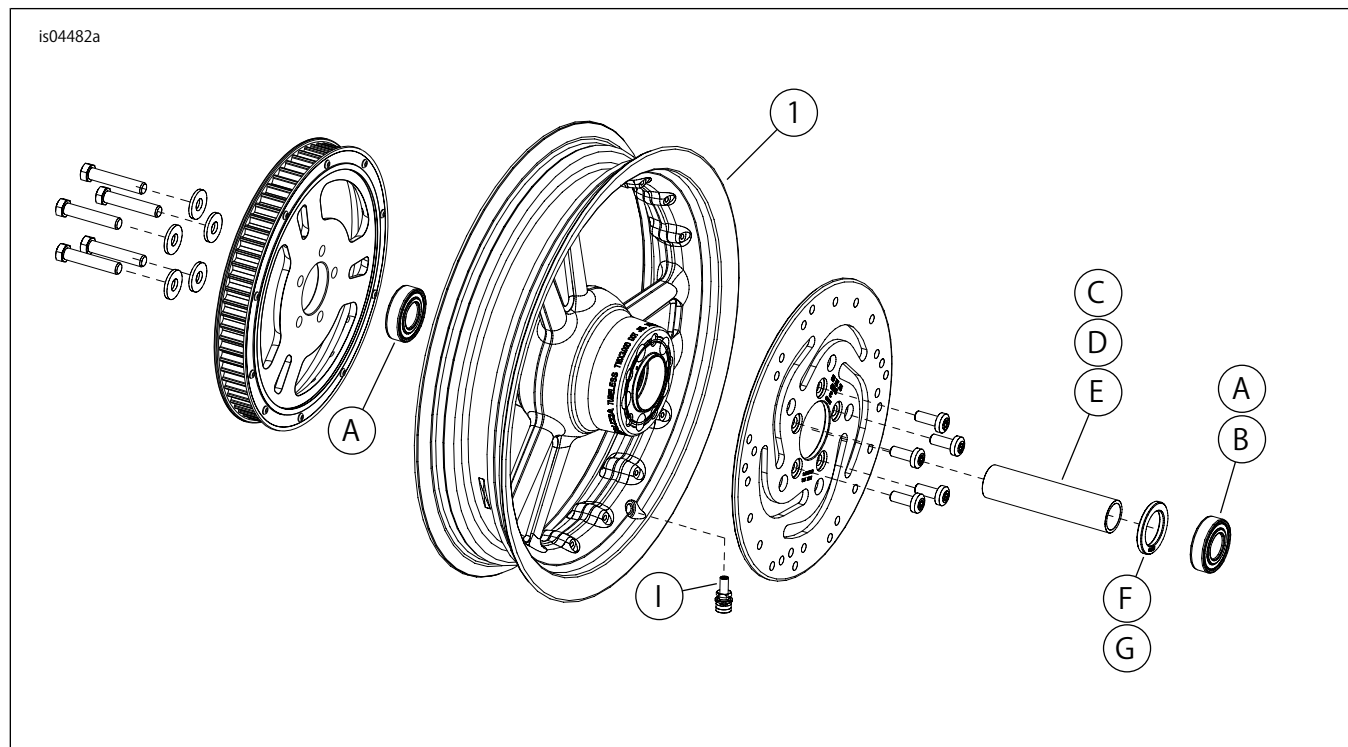

図1。交換用パーツ：リアデブネーターホイール(16 in. 表記)
「図1」および「表2」を参照してください。
2. 図1を参照してください。ホイールにバルブシステムアッセンブリー(I)を取り付けます。サービスマニュアルの「タイヤ」を参照してください。